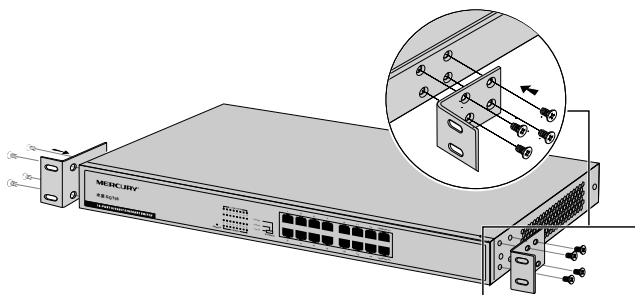

图3-2 支架安装示意图
2. 使用配件中提供的螺钉将两个 L 型支架分别固定安装在交换机面板的两侧，如图 3-2所示